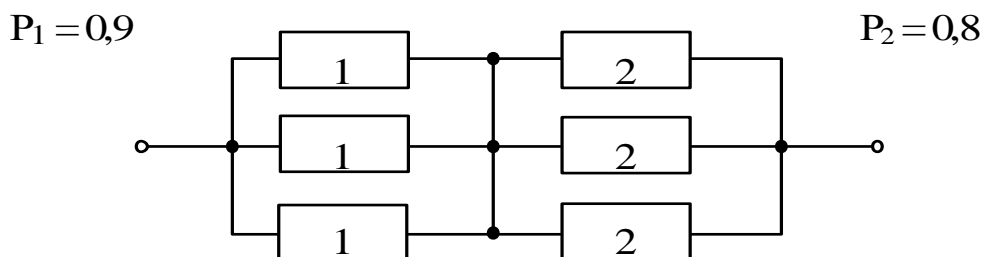

Рис. 4.7. Схема расчета надежности к задаче 4.3
4.3. Схема расчета надежности приведена на рис. 4.7. Определить ВБР системы и вероятность отказа.